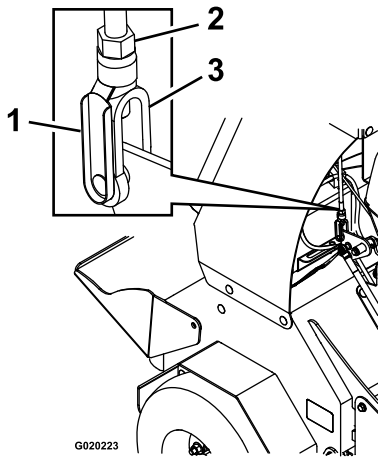

Figura 59
- B. Retire el pasador de muelle del conector de horquilla del acoplamiento de la palanca de control de tracción (**Figura 59**).
- Si la palanca de control **toca la barra de referencia**, gire el conector de horquilla (**Figura 59**) en sentido antihorario (visto desde la parte superior de la máquina).
1.6 mm (1/16"), gire el acoplamiento de la horquilla (**Figura 59**) en sentido antihorario.
- D. Instale el pasado de muelle (**Figura 59**) y mueva la palanca de control hacia adelante.
- F. Retire el pasador de muelle, gire el tensor en sentido horario una vuelta más e introduzca el pasador de muelle (**Figura 59**).